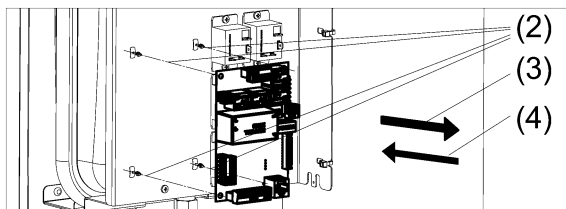

Рисунок 16. Замена платы контроллера
- (1) Отсоедините все провода и разъёмы от платы контроллера (см. рис. 16).
- (2) Демонтируйте плату контроллера (аккуратно нажмите на пластиковые держатели крепления платы и потяните плату на себя).
- (3) Извлеките плату контроллера.
- (4) Установите новую плату контроллера взамен прежней на пластиковые держатели.
- (5) Подсоедините все необходимые провода и разъёмы к новой плате контроллера.
- (6) Проверьте работоспособность новой платы – протестируйте котёл при разных режимах работы.